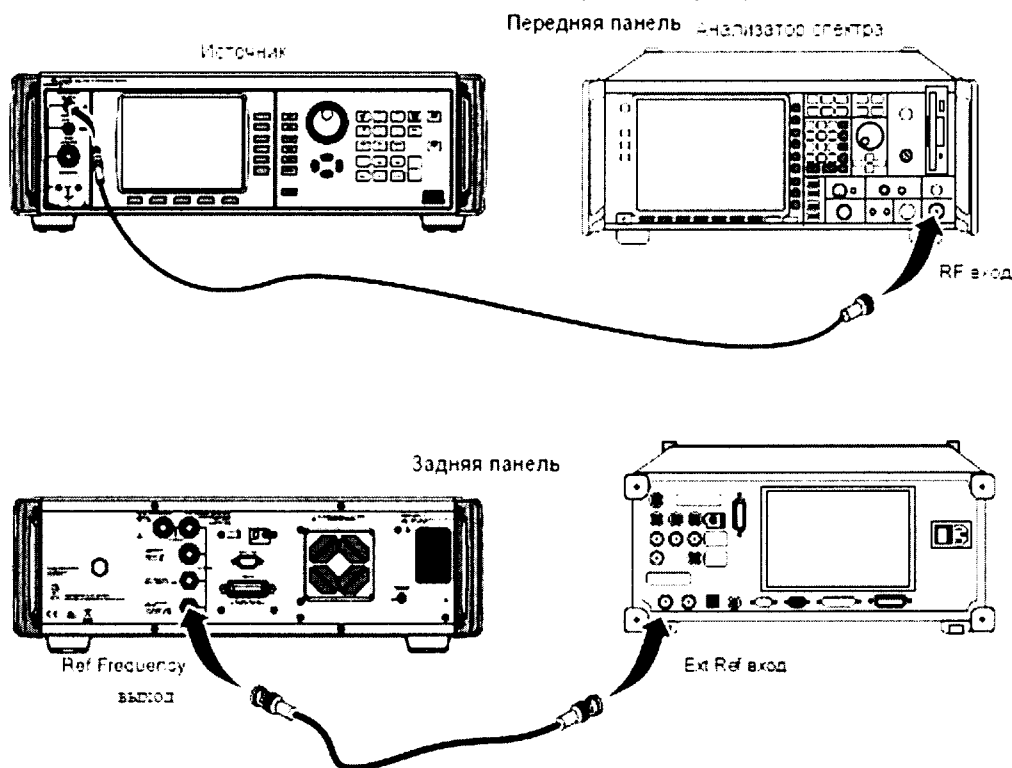

Рисунок 17.
8.19.2 Соединить выход REF FREQUENCY OUTPUT на задней панели источника со входом Ext Ref In на задней панели анализатора спектра (рисунок 17).